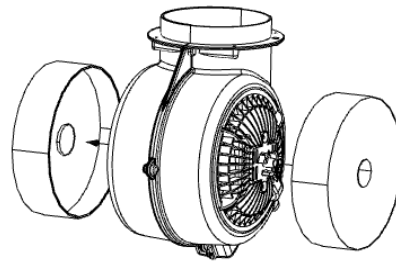

Fig. 13
Byte av kolfilter (Fig.13)
3. Ta bort kolfiltren, som sitter innanför i fläkten på båda sidorna om motorn (Fig.13), genom att vrida dem moturs.